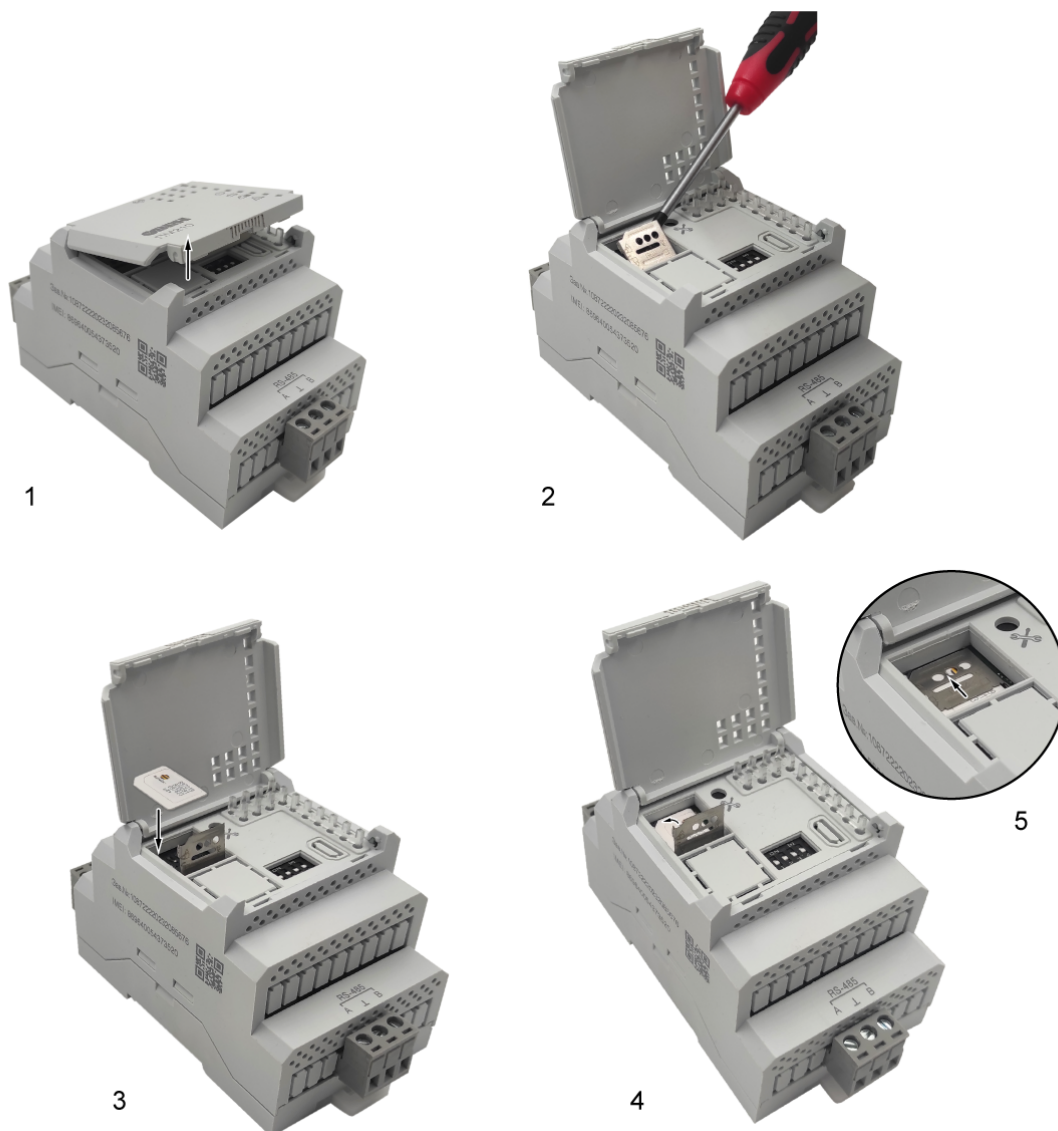

Рисунок 6.1 – Открытие крышки
1. Подцепив рифленую зону, открыть крышку (см. рисунок 6.1, 1).
2. Сдвинуть рамку разъема SIM-карты по стрелке  (см. рисунок 6.1, 2). Поднять рамку.
3. Установить SIM-карту в разъем контактами вниз и скошенным углом «от себя» (см. рисунок 6.1, 3).
4. Опустить рамку (см. рисунок 6.1, 4).
5. Сдвинуть рамку, обеспечив плотную фиксацию SIM-карты в разьеме (см. рисунок 6.1, 5).